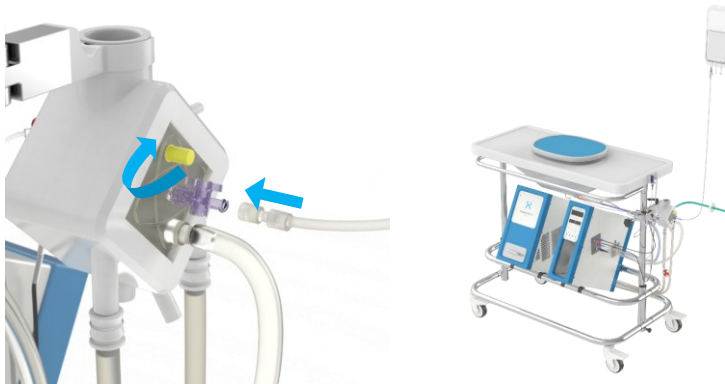

Figure 19 Retrait du bouchon jaune et raccordement de la ligne de remplissage
- Retirez le bouchon jaune de dégazage sur l'oxygénateur ; Figure 19. Ne jetez pas le bouchon jaune.